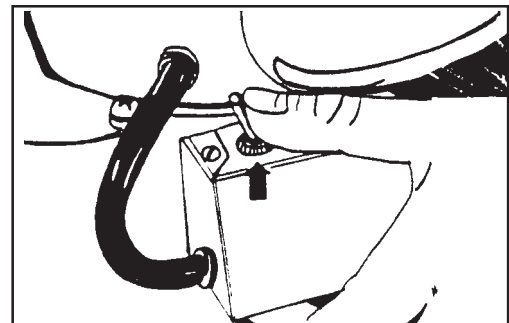

Abbildung 6
3. Kippen Sie die Maschine nach hinten, so daß die Schleiffläche keinen Kontakt mit dem Boden hat. Siehe Abbildung 5.1. Wählen Sie die Schleifgeschwindigkeit aus. Setzen Sie hohe Geschwindigkeit für schnellen Materialabtrag ein. Setzen Sie niedrige Geschwindigkeiten für Endschliffe und Maßarbeiten ein. Siehe Abbildung 6.